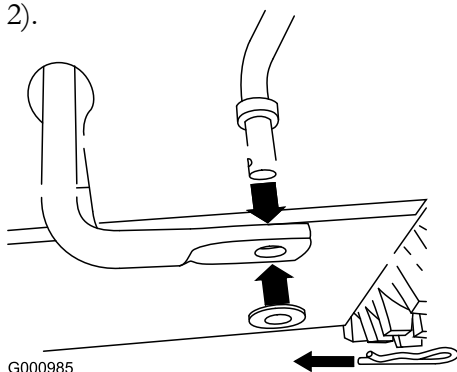

Figure 2
3. Retirez la goupille fendue et la rondelle à l'extrémité de la tige de commande de vitesse et insérez l'extrémité de la tige dans le bras de liaison inférieur (Figure 2).